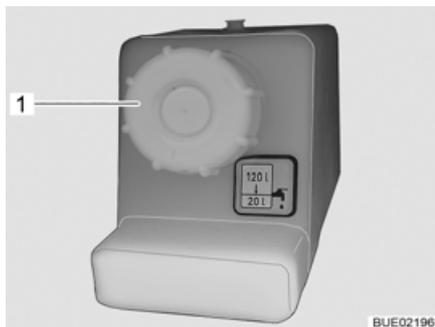

Fig. 189 Tapa de cierre para el tubo de llenado de agua potable
- Girar la tapa de cierre (Fig. 189,1) en sentido contrario a las agujas del reloj y retirarla.